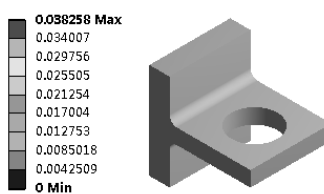

图 4-44 Solid Fill
- ✧ Solid Fill: 不在模型上显示云图, 如图 4-44 所示。